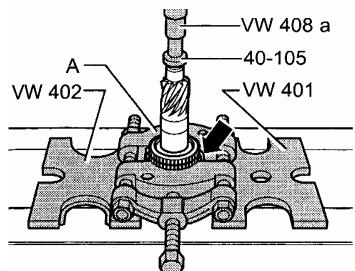

图 12-75 压出第 3、4 挡同步器
(6) 压出第 3 和第 4 挡同步器体时, 朝第 3 挡换挡齿轮按压用于第 3 挡的同步器齿环, 如图 12-75 箭头所示, 然后装配分离装置 A (25~115mm)。